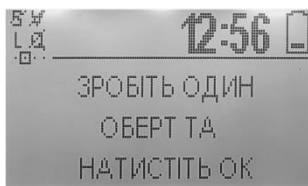

Рисунок 8 – Калібрування гіроскопу: оберт приладу у напрямку стрілок на 360°
- Оберт приладу на 360° у напрямку стрілок на дисплеї (рис. 8)